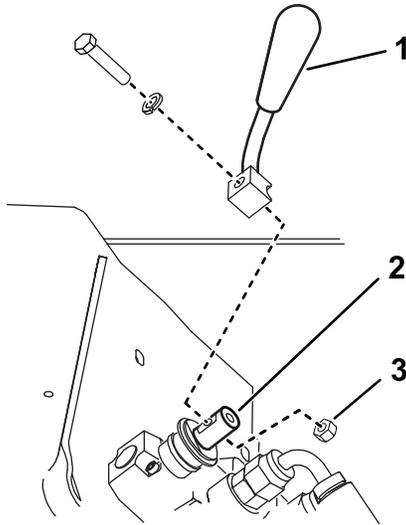

Рисунок 3
2. Прикрепите рычаг к клапану переключения передач с помощью болта, стопорной шайбы и гайки, как показано на Рисунок 3.